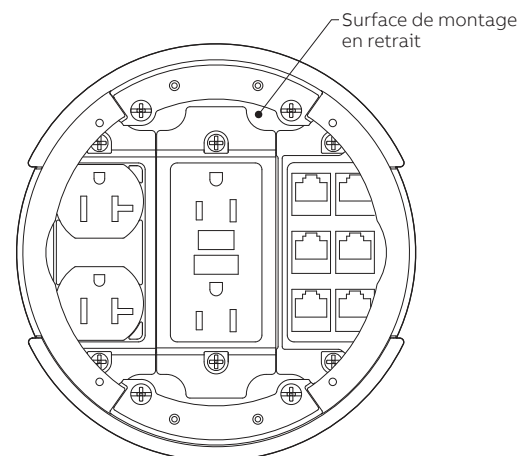

Figure 19
- 7.7 La figure 19 présente la vue du dessus une fois que tous les câbles électrique et de données sont installés.